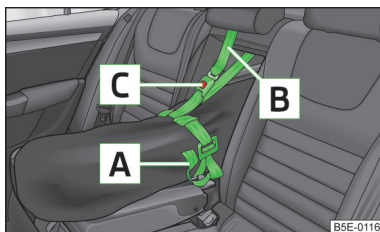

Fig. 78
- Strângeți banda **A** de capătul liber, în jurul schiurilor, în fața legăturilor » fig. 78.
- După încărcarea cu schiuri, sacul de transport trebuie asigurat cu centura de fixare **B** » fig. 78.